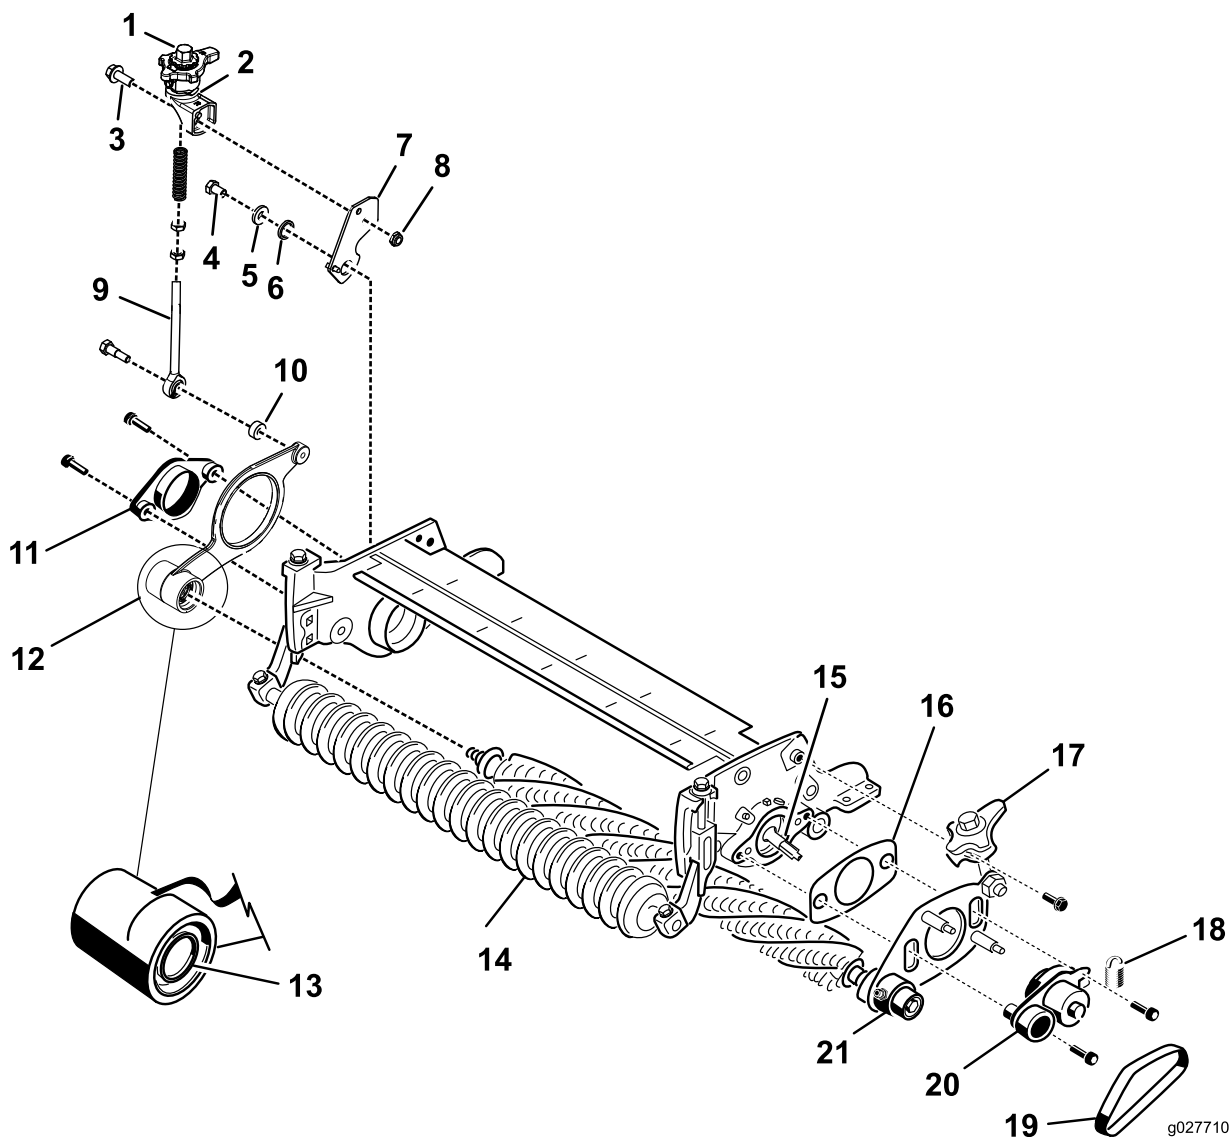
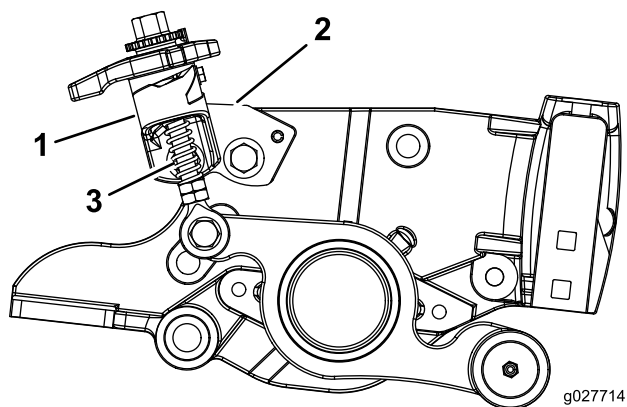
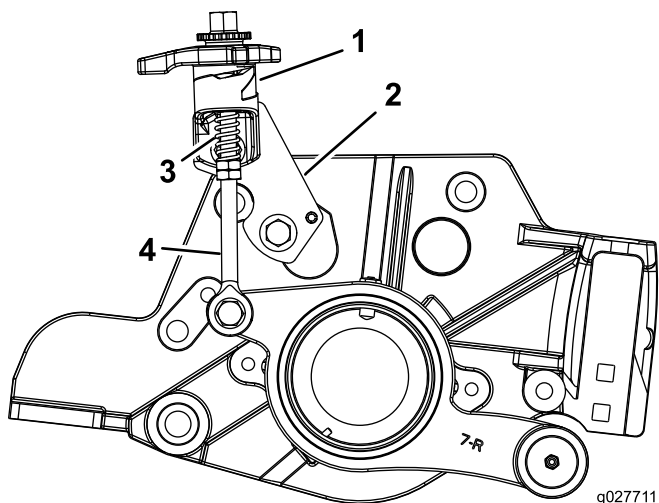

图8
图10
图11
15. 在疏草刀组件的**非驱动侧**上，将带快速升起连杆的疏草刀板滑离疏草刀轴组件（图8）。
16. 在疏草刀组件的**驱动侧**上，使用 2 个六角头螺丝（3/8 x 1 英寸），将枢轴轮毂、带快速升起连杆的驱动侧疏草刀板和薄垫片安装到滚刀组侧板上（图8）。
17. 将非驱动疏草刀板安装到疏草刀轴上（图8）。
18. 使用 2 个 3/8 x 1 英寸的六角头螺丝（图8 和 图 9）将非驱动枢轴轮毂固定到滚刀组侧板。
- 对于电动混合型号，组装滚刀马达侧的快速升起组件，如 图8、图10 和 图11 所示。
注意： 将 Never Seize 润滑剂涂抹到 图11 上的螺纹和气门杆眼上。